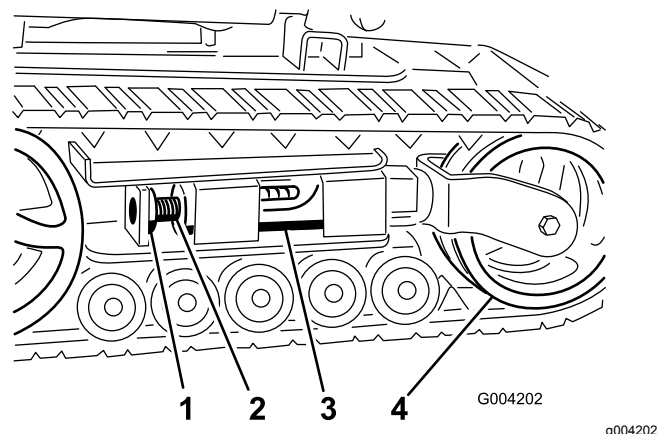
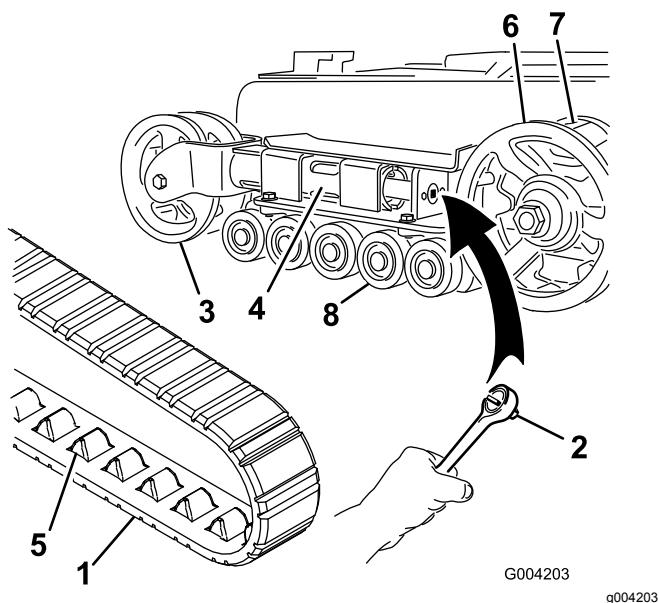
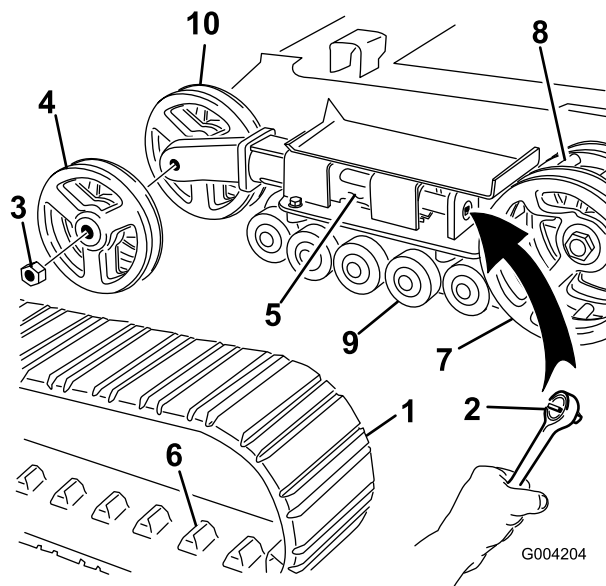

Figura 47
Figura 48
Figura 49
4. Retire el perno de bloqueo y la tuerca (Figura 47).
6. Alinee la muesca más próxima del tornillo tensor con el taladro del perno de bloqueo, y fije el tornillo con el perno de bloqueo y la tuerca (Figura 47).
Nota: Tiene orugas estrechas si las ruedas de tensión delanteras están montadas dentro de una horquilla en el extremo del tubo de tensión (Figura 48).
5. Usando una llave de carraca de ½", alivie la tensión en la oruga girando el tornillo tensor en sentido horario (Figura 47 y Figura 48).
- Empuje la rueda tensora hacia la parte de atrás de la unidad de tracción para mover el tubo tensor contra el bastidor (Figura 48).
- Cuando haya retirado la oruga de la rueda tensora, retírela del piñón de arrastre y de las ruedas de rodaje (Figura 48).
- Empezando en la rueda motriz, pase la oruga nueva alrededor de dicha rueda, asegurándose de que los salientes de la oruga encajen entre los dientes del piñón (Figura 48).
- Empuje la oruga por debajo de y entre las ruedas de rodaje (Figura 48).
Nota: Tiene orugas estrechas si las ruedas de tensión delanteras están montadas en los laterales del extremo del tubo de tensión (Figura 49).
- Retire el perno de bloqueo y la tuerca (Figura 47).
- Usando una llave de carraca de ½", alivie la tensión en la oruga girando el tornillo tensor en sentido horario (Figura 47 y Figura 49).
- Empuje la rueda tensora hacia la parte de atrás de la unidad de tracción para mover el tubo tensor contra el bastidor (Figura 49).
7. Retire la tuerca que fija la rueda tensora exterior y retire la rueda (**Figura 49**).
8. Retire la oruga (**Figura 49**).
9. Retire la tuerca que fija la rueda tensora interior y retire la rueda (**Figura 49**).
13. Instale la rueda tensora interior y fíjela con la tuerca que retiró anteriormente (**Figura 49**).
15. Instale la oruga nueva, asegurándose de que los salientes de la oruga encajen entre los dientes del centro la rueda motriz (**Figura 49**).
16. Instale la rueda tensora exterior y fíjela con la tuerca que retiró anteriormente (**Figura 49**).
6. Coloque el tapón engrasado sobre la cabeza del perno (**Figura 48**).
7. Sujete el tapón de la rueda de rodaje con la anilla a presión (**Figura 48**).